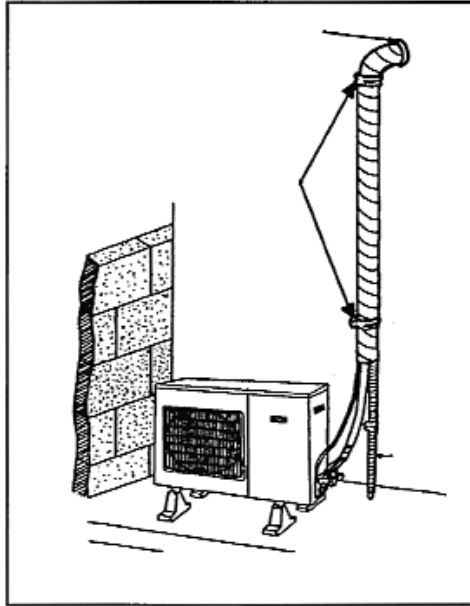

Рис. 1
* Убедитесь в том, чтобы подвесной болт, выступающий из потолочного покрытия, оставался внутри позиции, обозначенной стрелками. Повторно отрегулируйте подвесной кронштейн при нахождении его вне позиции, обозначенной стрелками (См. рис. 1).
(Рис. 1)